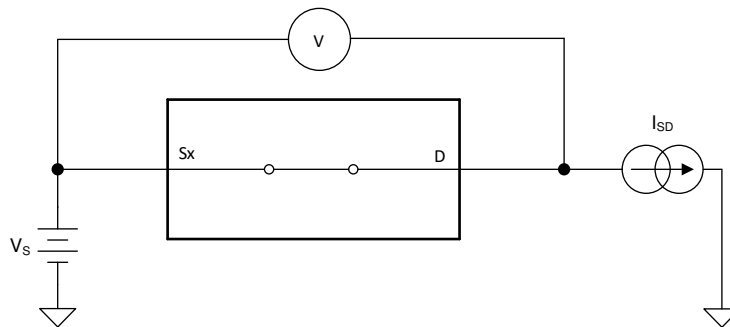

図 7-1. オン抵抗測定時の構成
デバイスのオン抵抗は、デバイスのソース・ピン (Sx) とドレイン・ピン (D) の間の抵抗値 (Ω) です。オン抵抗は、入力電圧と電源電圧によって変化します。オン抵抗は、記号 R_{ON} を使用して示されます。 R_{ON} の測定時に使用する構成を次の図に示します。図 7-1 に、この構成で測定された電圧 (V) と電流 (I_{SD}) を使用して、式 $R_{ON} = V / I_{SD}$ により R_{ON} を算出する方法を示します。